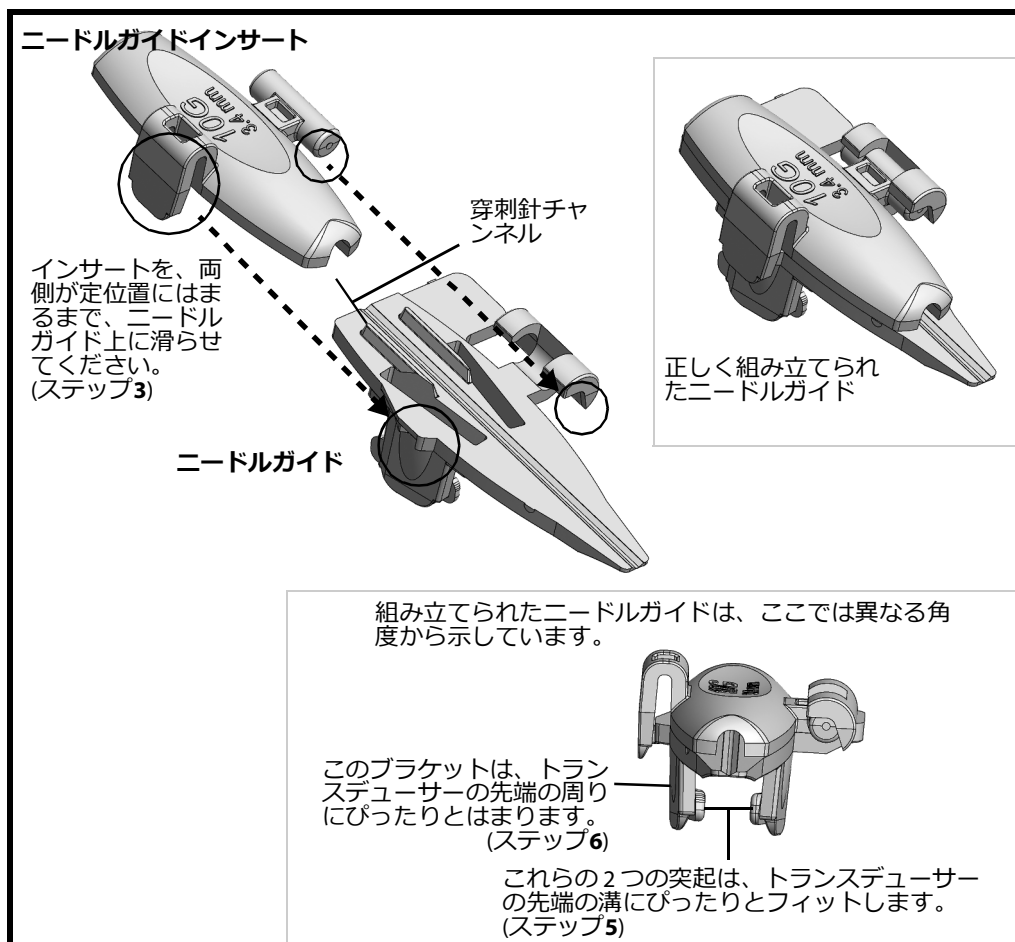

図 2。N11C5s 用のニードルガイド UA1346：番号が付いたステップは、ニードルガイドの取り付け方を説明している以下のページに記載されている手順に言及しています。
- 3 インサートを、両側が定位置にはまるまで、ニードルガイド上に滑らせてください (図2 を参照)。